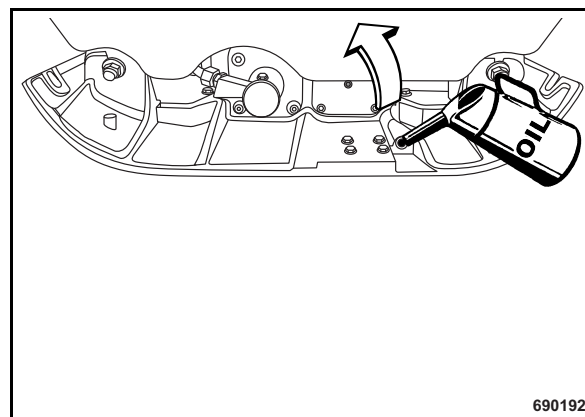

Fig. 58
- Cargar nuevo aceite por el orificio del tornillo de descarga (Fig. 58).